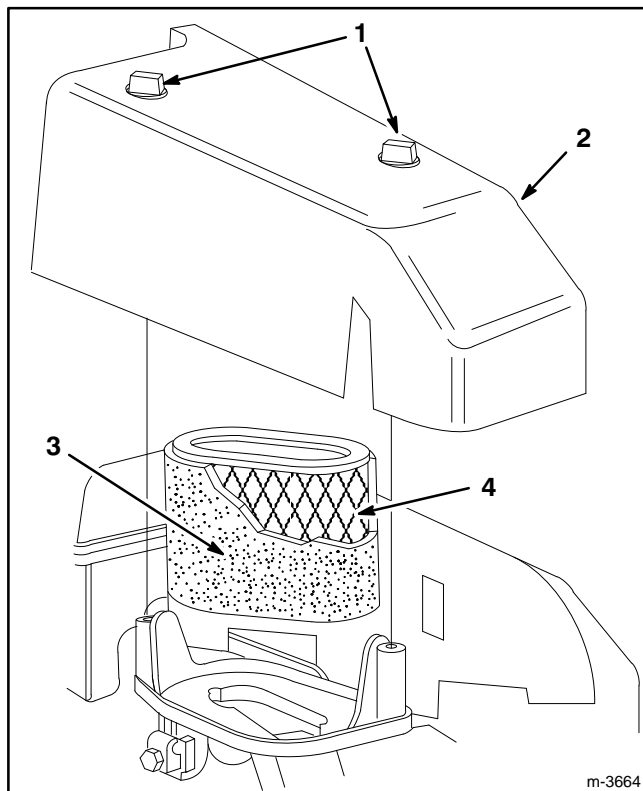

Abbildung 20
2. Zwei (2) Knöpfe entfernen, mit denen die Luftfilterabdeckung am Motor befestigt ist (Abb. 20).